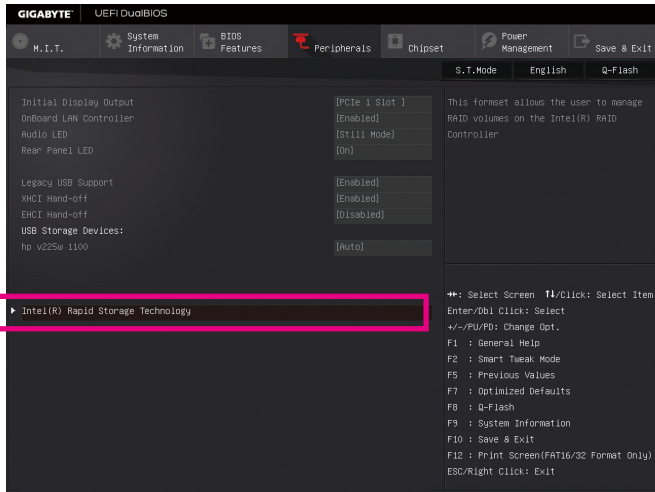

图3
重开机后，请再次进入BIOS在BIOS程序设定画面，再进入「Peripherals\Intel(R) Rapid Storage Technology」子选单 (图3)。